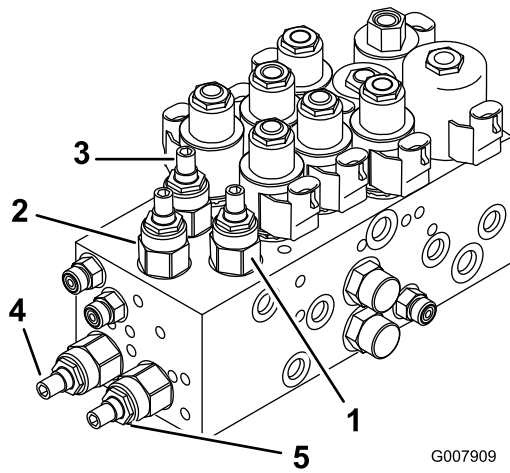
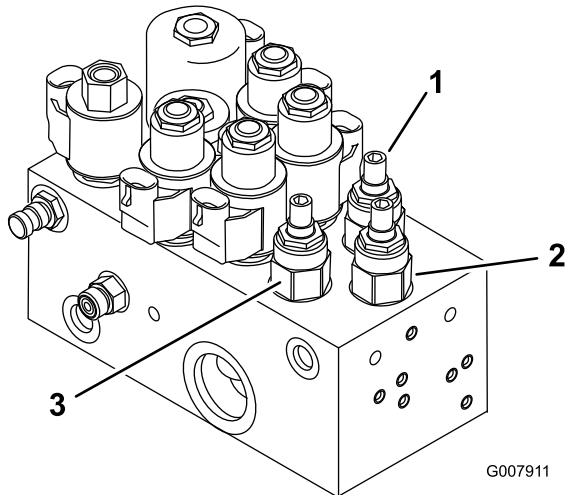

図 85
図 86
1. 昇降マニホールドについているバルブの中から、調整を行いたいカッティングユニットのバルブを探し出す表 図 85 と 図 86 を参照。